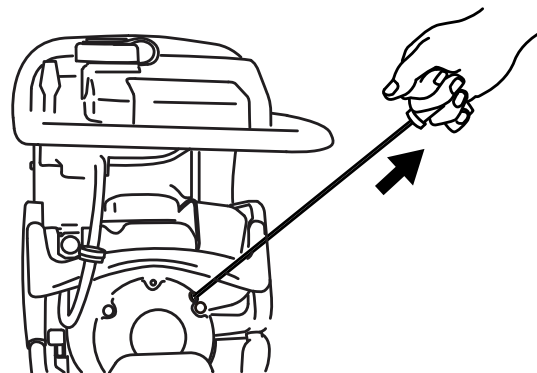

Figure 9. Démarrage manuel
4. Tirer sur la poignée du démarreur (Figure 9) jusqu'à ce qu'une légère résistance se fasse sentir. Puis tirer vigoureusement et de manière fluide. Repositionner la poignée en position initiale avant de relâcher.